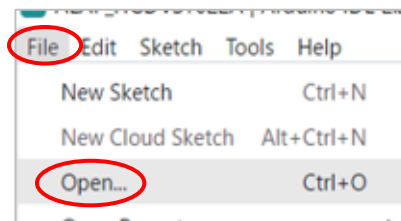

图 3
2. 选择菜单的 [File] → [Open], 打开参考代码 (文件名.ino) (图 3)。